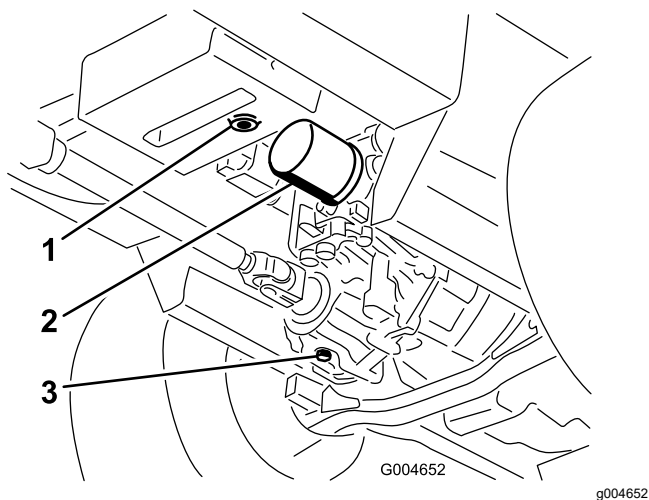

Рисунок 59
3. Поместите под гидравлический бак и картер трансмиссии большой поддон и удалите пробки; слейте всю гидравлическую жидкость (Рисунок 59).
4. Очистите область вокруг фильтра гидравлической жидкости и снимите фильтр (Рисунок 59).